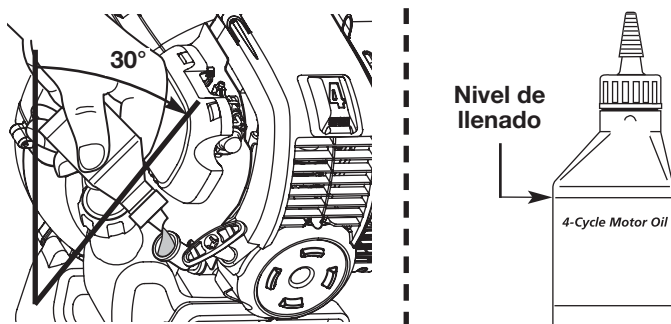

Fig. 22
4. Incline el unidad 30° (Fig. 22).
- NOTA:** Use la botella y la boquilla que guardó del uso inicial para medir la cantidad correcta. El nivel de 90 ml (3,04 onzas) está aproximadamente en la parte superior de la etiqueta de la botella (Fig. 22). Mida el nivel con la varilla de medición. Si el nivel está bajo, agregue una pequeña cantidad de aceite y vuelva a medir (Fig. 22). No lo llene demasiado.